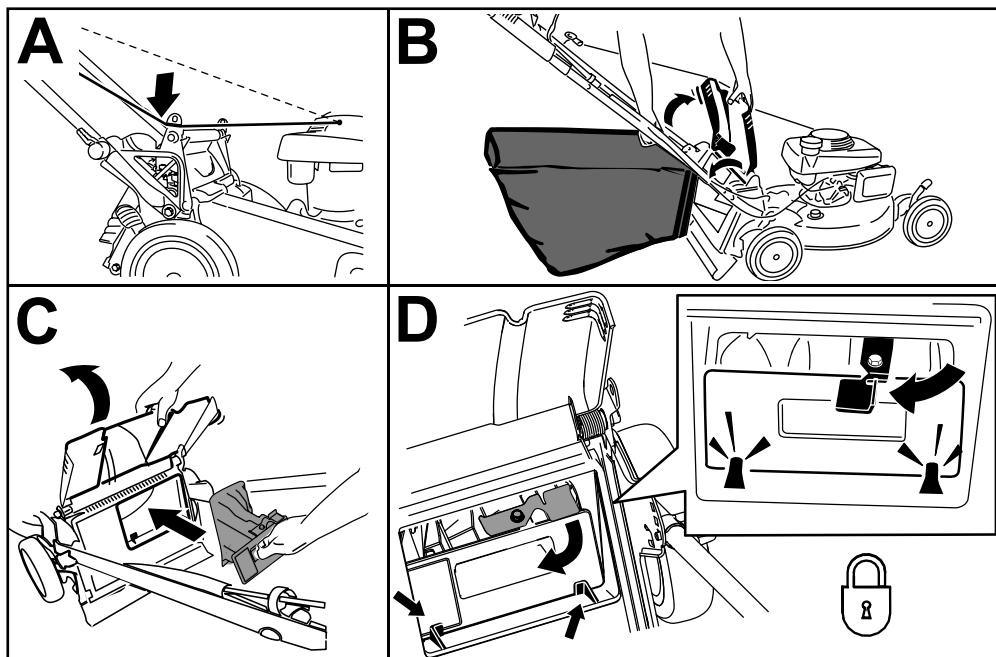

Figura 24
1. Pase la cuerda del arrancador alrededor de la guía de cuerda inferior (Figura 24, A).
2. Levante y sujete el deflector trasero y levante la bolsa por el asa para separarla de la muescas de los soportes del manillar (Figura 24, B).
3. Instale el tapón trasero (Figura 24, C).
**Importante:** Asegúrese de que el tapón trasero está bloqueado en su sitio. Para bloquear el tapón, presione firmemente hasta que encaje en su lugar detrás de las pestañas, y gire la palanca del tapón a la izquierda (Figura 24, D).